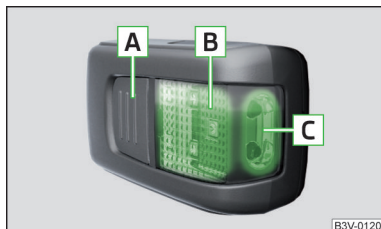

Fig. 152
Descrierea lămpii » fig. 152
► Pentru **aprinderea** lămpii scoase, apăsați butonul » fig. 152. Printr-o nouă apăsare, lampa se **stinge**.
Dacă lampa nu este stinsă și așezată corect în suport, lămpile LED din partea din față a lămpii » fig. 152 se sting automat.